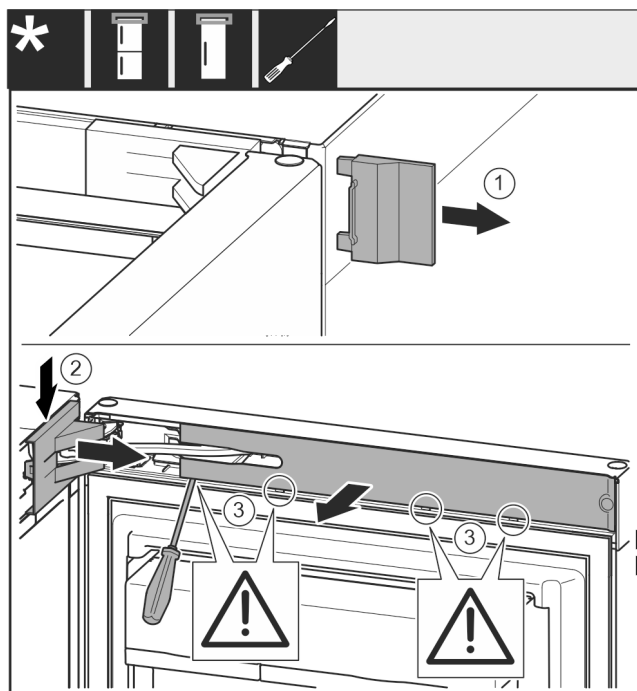

Fig. 8
- Zdjąć osłonę Fig. 8 (1).
- Wyczepić i poluzować osłonę płytki zawiasu Fig. 8 (2).
- Zdjąć osłonę płytki zawiasu Fig. 8 (2).
- Wyczepić zaślepkę Fig. 8 (3) śrubokrętem i odchylić w bok.